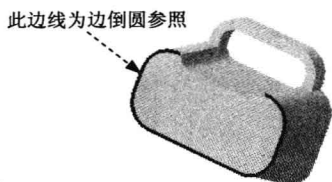

图 1.12 边倒圆特征 3
Step7. 创建边倒圆特征 3。选取图 1.12 所示的边线为边倒圆参照, 其圆角半径值为 6。